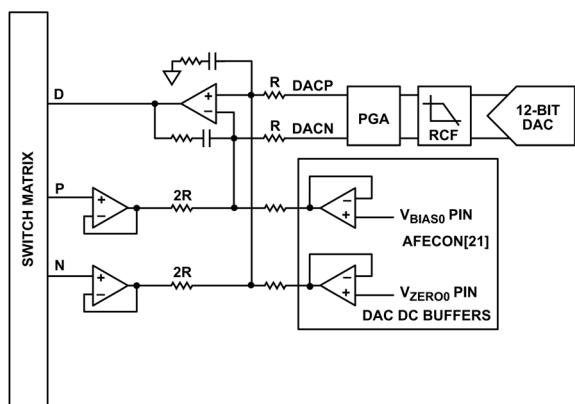

図 24. 高速 DAC の励起アンプ
図 24 に、励起アンプの動作およびスイッチ・マトリクスへの接続方法を示します。励起アンプには 4 つの入力があります。DACP、DACN、正側入力 (P)、負側入力 (N) です。高速 DAC は差動出力 DAC であり、正側入力および負側入力は、励起アンプに直接接続されています。
2. DAC の DC バッファを有効化する必要があります (AFECON のビット 21 = 1)。図 24 に、DC バッファの励起アンプへの接続方法を示します。これらのバッファにより、低電力 DAC の出力が、励起アンプおよび高速 TIA に必要なバイアス電圧を供給できるようになります。